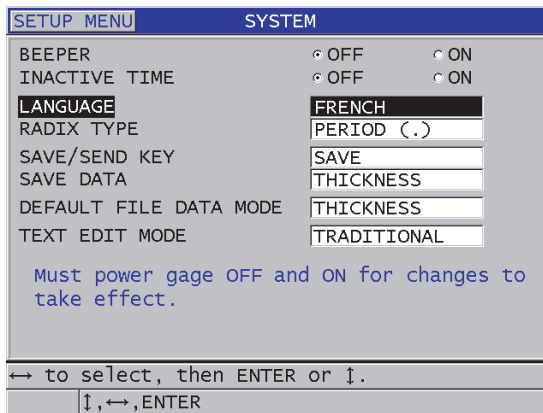

図 4-1 ユーザーインターフェイス言語の選択
3. SYSTEM (システム) 画面で、以下の操作を行います (56 ページ図 4-1)。